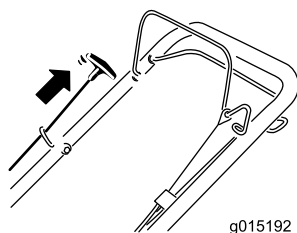

**Figura 20**
3. Mueva la palanca del estérter a la posición de Estérter (Figura 20). No utilice el estérter si el motor está caliente.